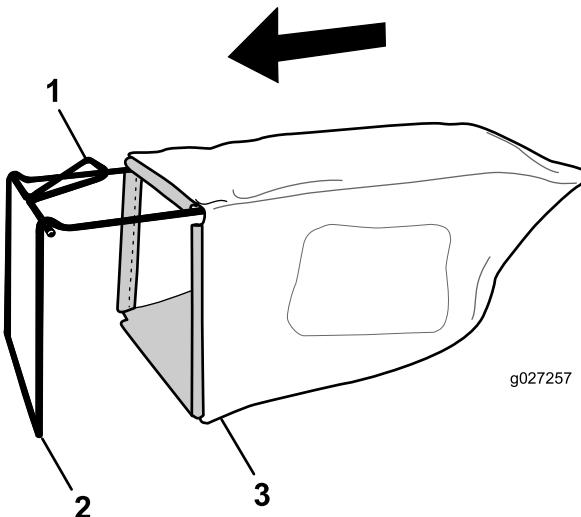

Рисунок 8
- Установите мешок для травы на раму, как показано на Рисунок 8.
Примечание: Не надевайте мешок на ручку (Рисунок 8).